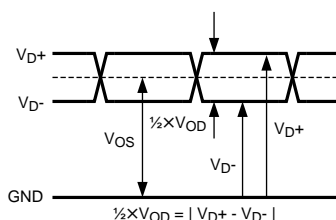

图 59. LVDS 输出信号电平
**LVDS 输出偏移电压 ( $V_{OS}$ )** 是相对于接地的  $D+$  和  $D-$  引脚输出电压之间的中点, 即  $[(V_{D+}) + (V_{D-})]/2$ 。请参阅图 59。